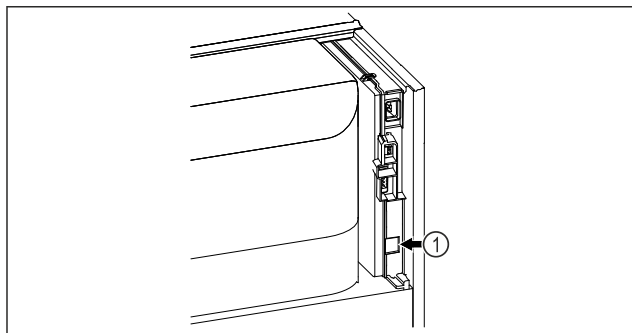

Fig. 60
- ☐ Se utiliza SmartModule Fig. 60 (1).